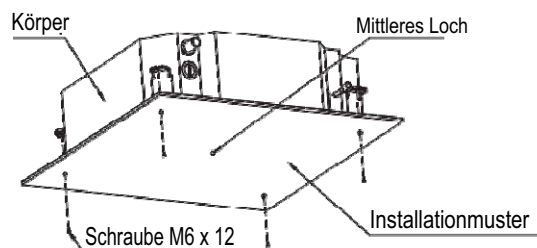

Abb.1-6
2. Nach der Installation des Körpers sollte für die Installation des Körpers eine Papierschablone mit Stift verwendet werden, um im Voraus die Größe und Position des Deckenlochs festzulegen (Siehe Abb.1-6).